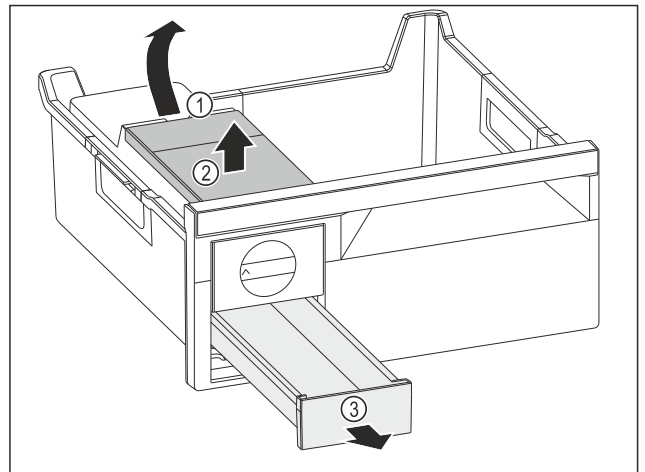

Fig. 78
- Odobratie nádržky na vodu: Nádržku na vodu nadvihnite za vybranie Fig. 78 (1).
- Nádržku na vodu Fig. 78 (2) odoberte smerom nahor.
- Zásuvku na kocky ľadu Fig. 78 (3) odoberte smerom nahor.